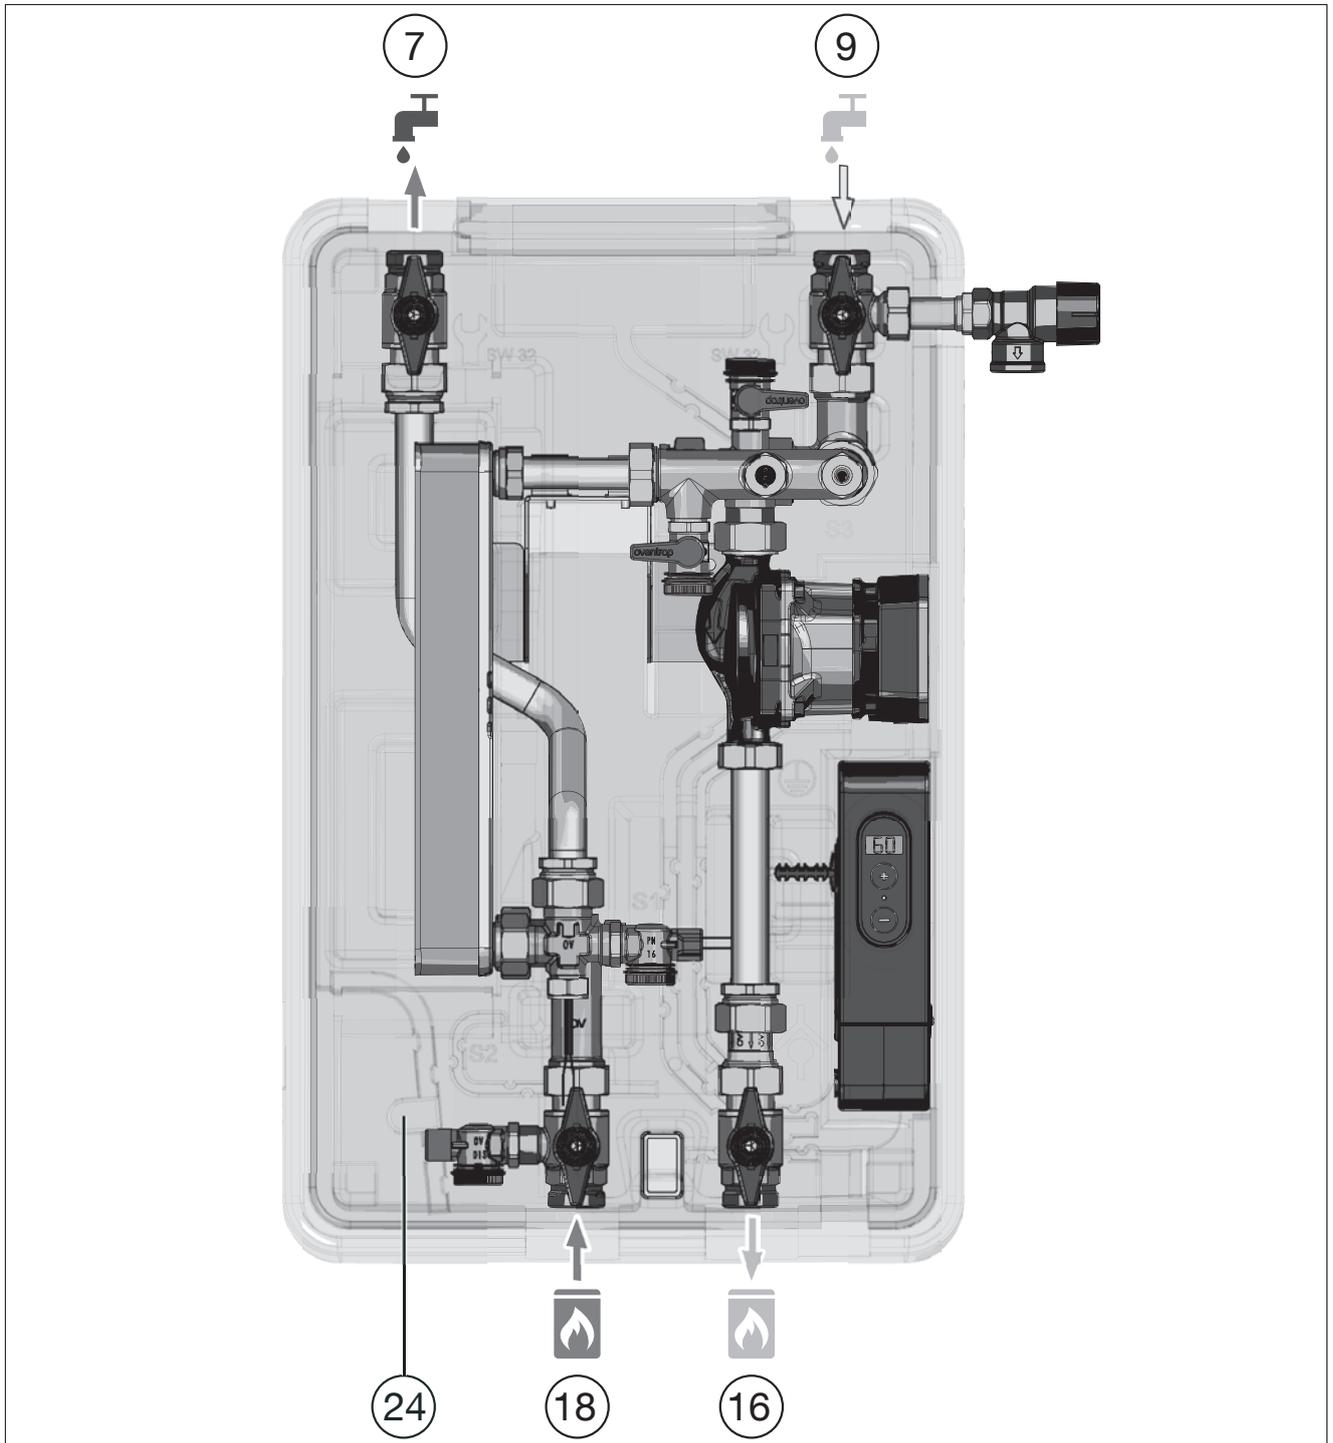

Fig. 16: Descripción funcional
(7)	Retorno agua potable (caliente)
(9)	Ida agua potable (fría)
(16)	Retorno circuito acumulador
(18)	Ida circuito acumulador
(24)	Soporte para codo de descarga de la válvula toma de muestra
- Si es necesario, instale un filtro adicional de agua potable (TF) (accesorio de Oventrop) tan cerca como sea posible a la conexión de agua fría la estación
- Instale una válvula antirretorno (posición (4) en Fig. 3 en página 13) en la ida del agua potable (caliente) (posición (9) en Fig. 16 en página 25), para separar el agua potable fría del agua que ya ha sido calentado en la estación.